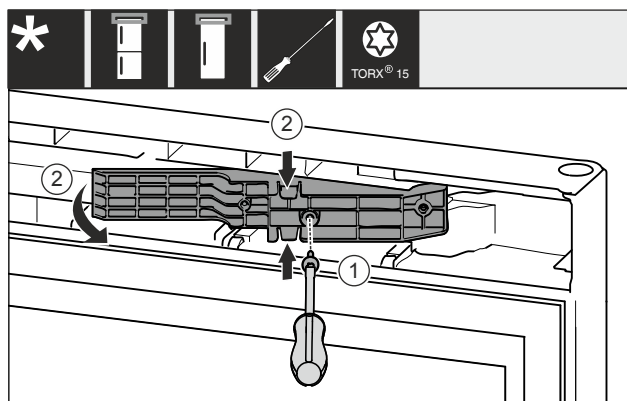

Fig. 12 \*
- Šroubovákem T15 uvolněte šrouby. Fig. 12 (1)\*
- Vytáhněte adaptér. Fig. 12 (2)\*